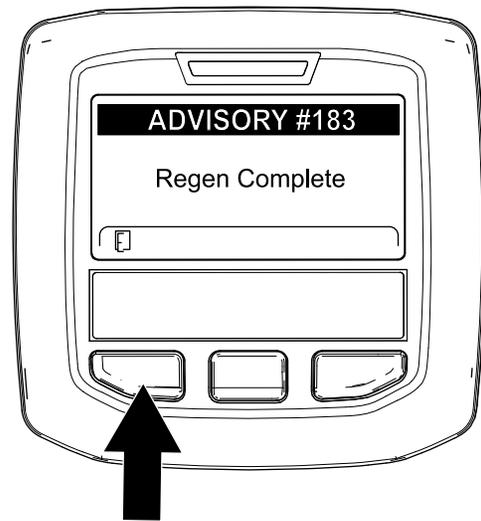

Figura 33
9. Quando il computer del motore completa una rigenerazione parcheggiata o una rigenerazione di recupero, l'InfoCenter visualizza il messaggio ADVISORY #183 (Figura 33). Premete il pulsante sinistro per uscire e tornare alla schermata Home.